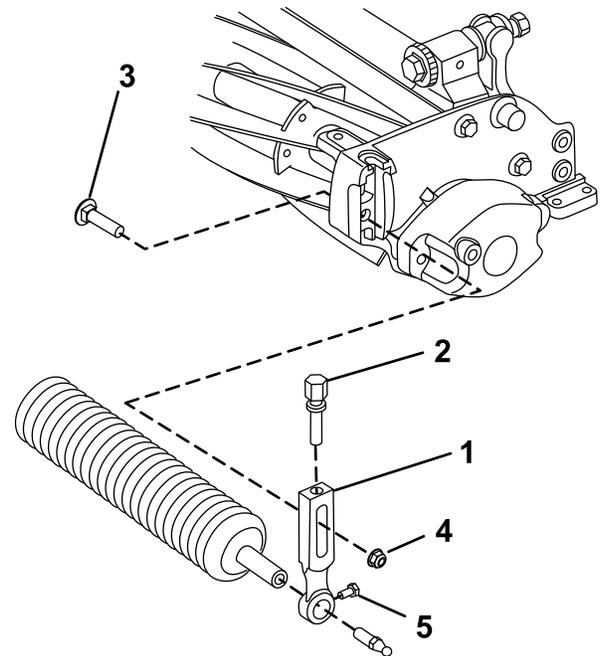

Bild 3
1. Entfernen Sie die Senkschraube, Scheibe und Bundmutter, mit denen einer der Schnitthöhenarme an der Seitenplatte der Schneideinheit befestigt ist (Bild 3).
2. Lösen Sie die Rollenbefestigungsschrauben in den Schnitthöhenarmen (Bild 3).
3. Schieben Sie die Rollenwelle in den Schnitthöhenarm am anderen Ende der Schneideinheit (Bild 3).
4. Schieben Sie den Schnitthöhenarm auf die Rollenwelle (Bild 3).
5. Befestigen Sie die Rolle lose mit dem vorher entfernten Schnitthöhenarm und den Befestigungen an der Schneideinheit (Bild 3).
7. Ziehen Sie die Befestigungsschrauben der Rolle an (Bild 3).